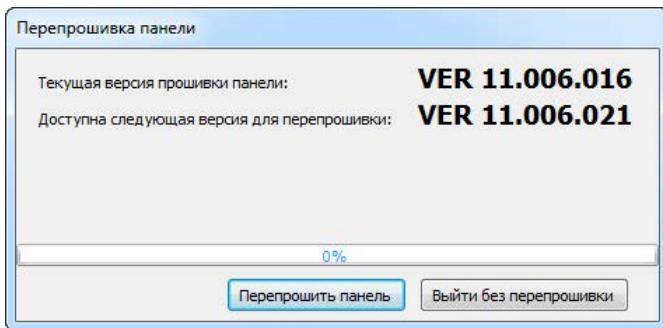

Рисунок 18. Диалоговое окно обновления ФПО
- В открывшемся окне нажать кнопку «Перепрошить панель» (рис. 18);